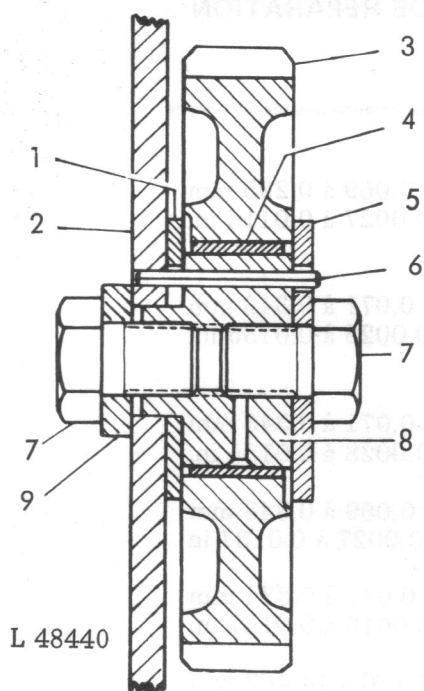

Fig. 6 — Pignon intermédiaire inférieur et son axe-Coupe
Avant de monter un nouvel axe, enfoncer la goupille 6 fig. 6 dans l'axe afin qu'elle dépasse d'une longueur déterminée de sa partie avant. Monter la rondelle de poussée arrière 1 sur la portée de l'axe ainsi que sur la goupille. Enfoncer l'axe jusqu'à ce que la rondelle de poussée porte correctement. Monter la rondelle de poussée avant (5) ainsi que la rondelle d'acier spéciale arrière (9) et les deux vis (7). Serrer les vis au couple prescrit (voir caractéristiques de réparation).